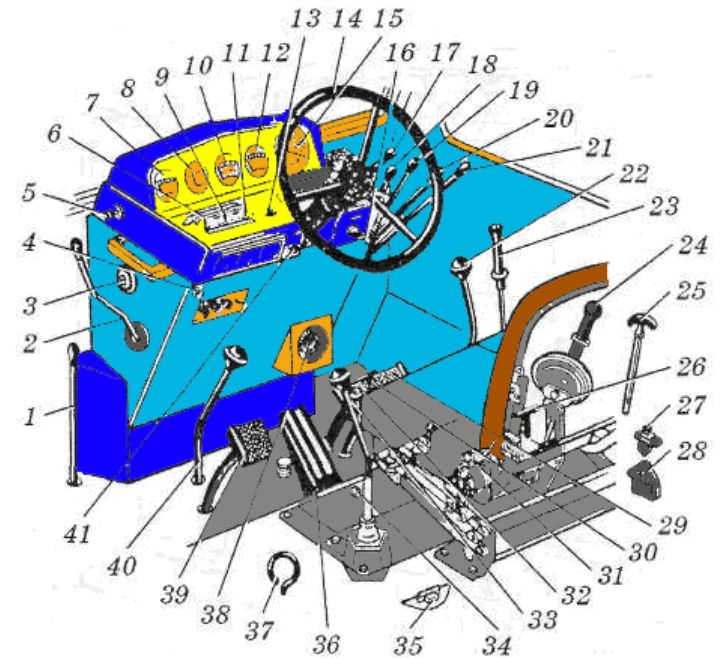

Рис. 3
3. Розгляньте, які органи керування і контрольні прилади розміщені в кабіні трактора МТЗ-80Л (рис. 3):